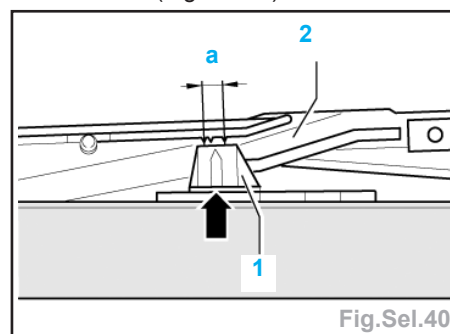

Fig.Sel.40
- Le repère (flèche) situé sur la pièce supérieure de la glissière arrière (1) doit se situer entre les repères «cote a» de la glissière du coulisseau (2), de chaque côté du toit (Fig.Sel.40).